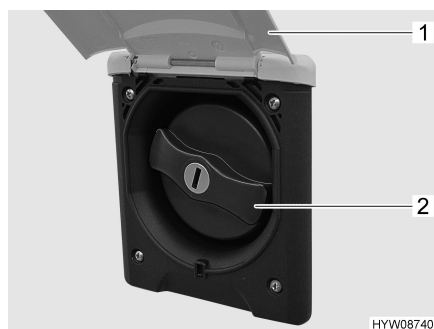

Fig. 71 Couvercle de fermeture pour bec de remplissage d'eau potable
- Basculer le portillon extérieur (Fig. 71,1) vers le haut.
- Tourner le couvercle de fermeture de couleur bleue (Fig. 71,2) d'un quart de tour.